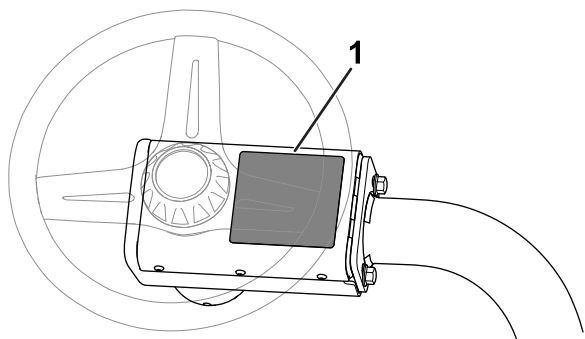

図 12
- **CE 警告デカル** CE 警告デカル P/N 139-8321 を、既存の警告デカル P/N 139-8320 の上から貼り付ける 図 12 を参照。